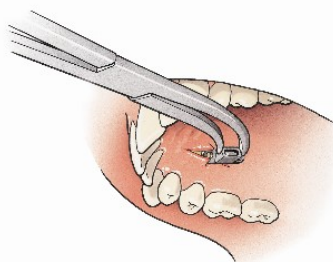
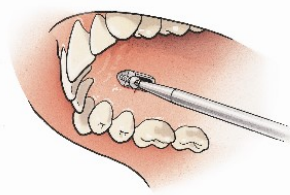

Fig. 3
Fig. 4
Placer les contre-plaques (code commande: 03-800A) en sous-périosté sur la surface osseuse (fig. 3 Il faut veiller à placer les plaques suffisamment haut, horizontalement et en face les unes des autres. Les contre-plaques sont marquées pour la gauche (L) et la droite (R). Fixer les plaques par des vis autoperceuses monocorticales de 7 mm et de 2,0 mm de diamètre (code commande: 70-707S) (fig. 4).